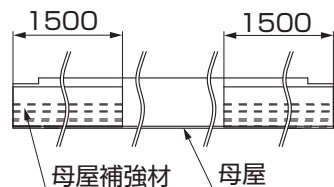
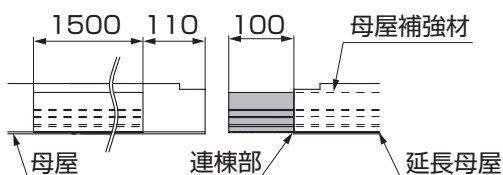

図1-2
図1-3
(1) 50型単体・56型単体・57型単体の場合
①母屋に母屋補強材が全部収まるまで差込み【1-1】で固定してください。(図1-2参照)
(2) 延長の場合
①12型延長の場合、母屋補強材を164mm切断してください。
②母屋補強材を延長母屋の連棟部側から100mm出して【1-1】で取付けてください。連棟部の取付けは、本体と同様に行なってください。(図1-3参照)